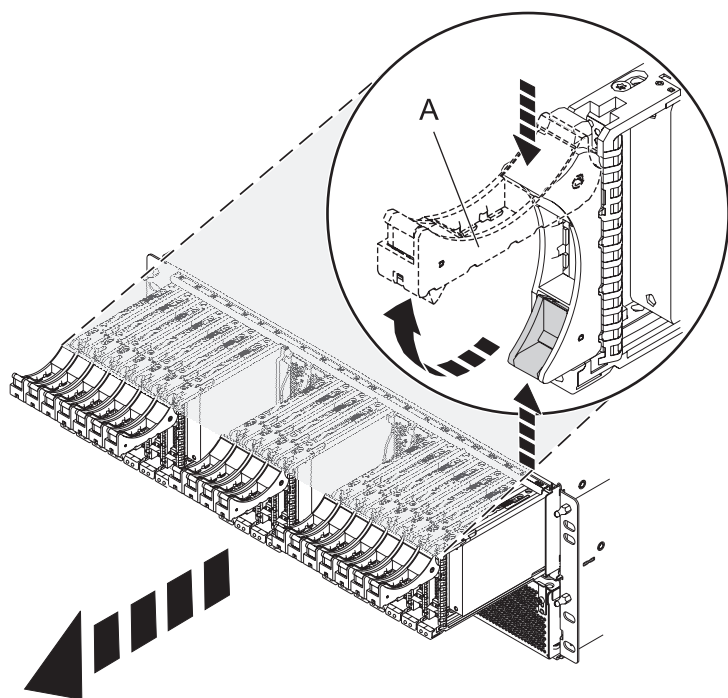

Figura 51. Extracción de las unidades de la placa posterior
4. Extraiga las unidades y los paneles de relleno como se muestra en Figura 51.
- a. Presione el mecanismo de cierre de la unidad y tire del asa (A) para soltar la unidad.